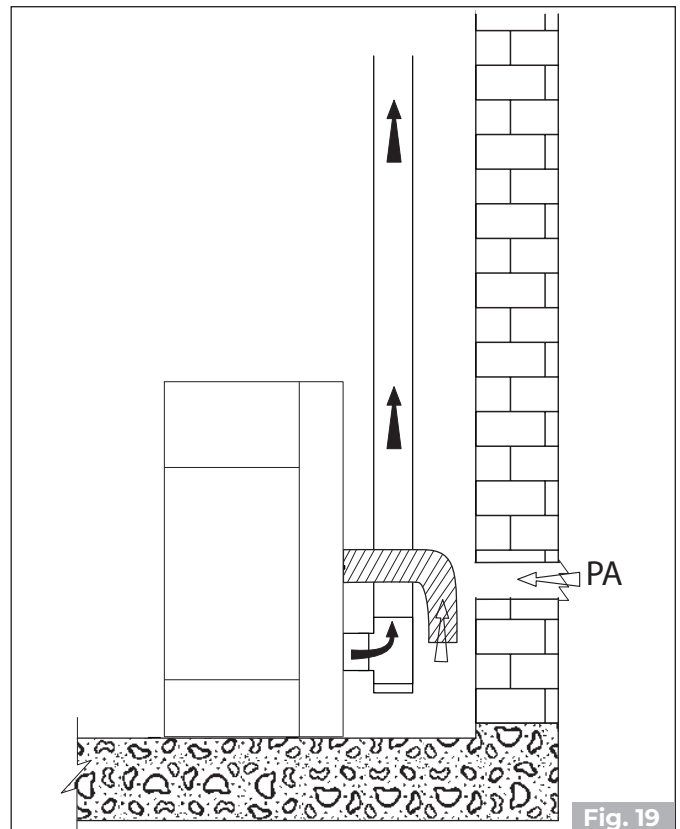

Fig. 19
- den Verbrennungslufteinlass des Geräts mit einem geeigneten Kanal an den Lufteinlass anschließen (**Fig. 17 - Fig. 19**).